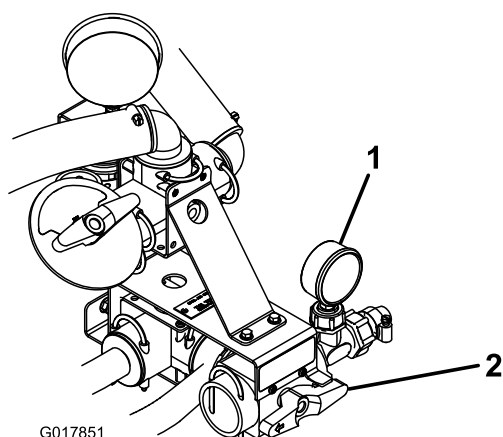

図 19
3. 制御バルブについている赤いノブを回してハンドガン・モードにする（図 19）。
注 制御バルブの右側にある水圧計を見ながら制御バルブの赤いノブを操作して、ハンドガン散水時の希望水圧に設定する（図 19）。
2. 制御バルブについている赤いノブを回してブームからの散布モードにする（図 19）。